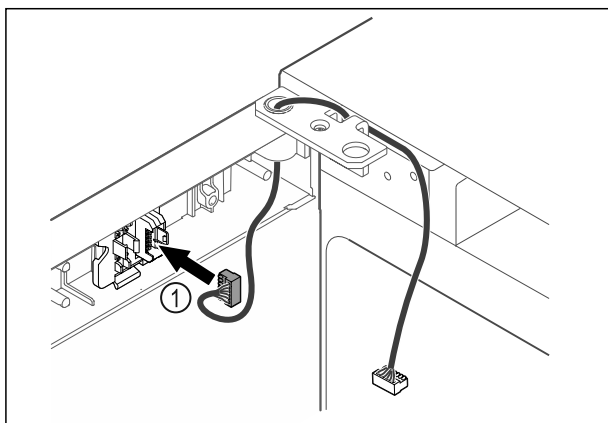

Fig. 44
- ▶ Sätt in kontakten Fig. 44 (1) i kontakthållaren.